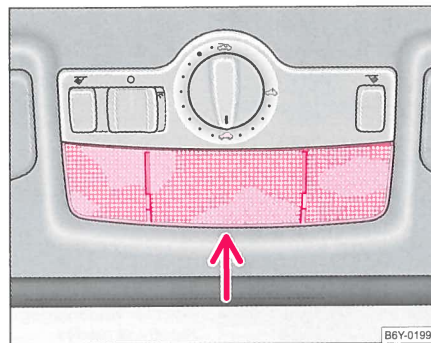

Fig. 180 Afmonter den indvendige belysning
- Træk strøskiven (se pil) ned ad væk fra huset ⇒ fig. 180.